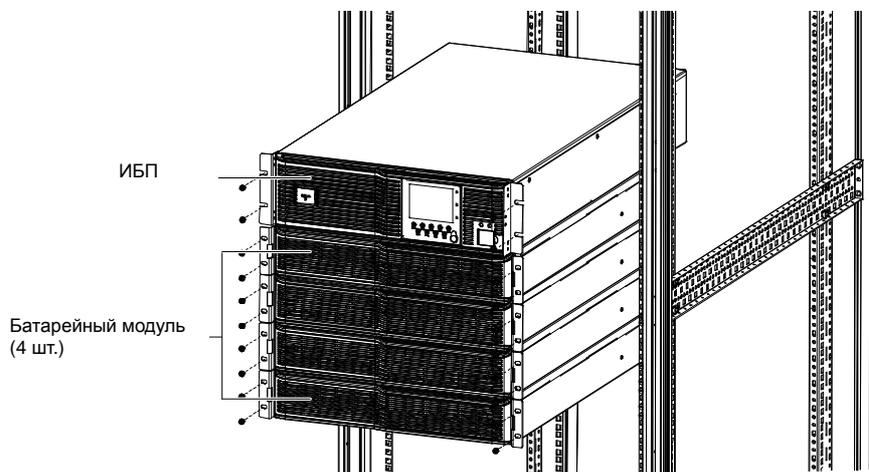

Рис. 6-5 Монтаж ИБП и батарейных модулей
Повторите описанные выше процедуры и по очереди установите четыре батарейных модуля и ИБП в стойку, как показано на Рис. 6-5.
- Вначале установите батарейные модули, начиная с нижнего, а затем сверху установите ИБП, как показано на Рис. 6-5.